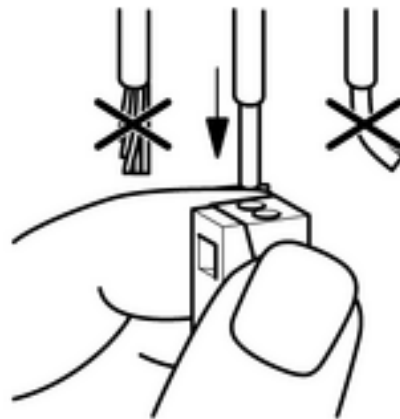

Bild 7: Anslutning av entrådig ledare
- Stick in den entrådiga ledaren till anslag i den runda öppningen på installationsidan (bild 7).